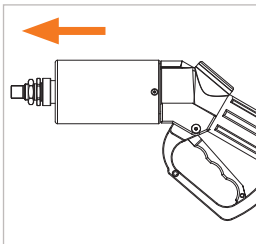

Abbildung 23
- ▶ Ziehen Sie den WEH® Servicenippel vorsichtig und gerade aus der Füllkupplung heraus (*Abbildung 23*).